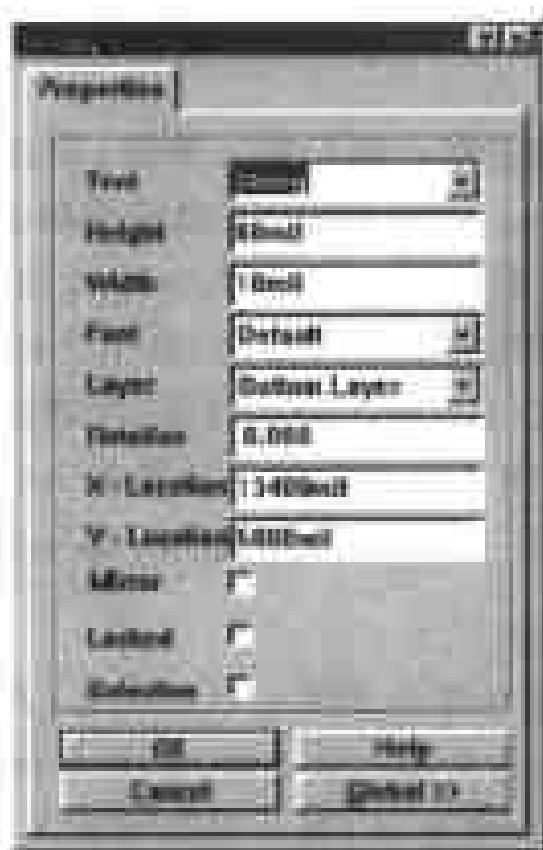

图 7-21 设置文字标注的对话框
(3) 在图纸中双击文字标注,弹出如图 7-21 所示的对话框,供用户设置文字标注的各项属性。